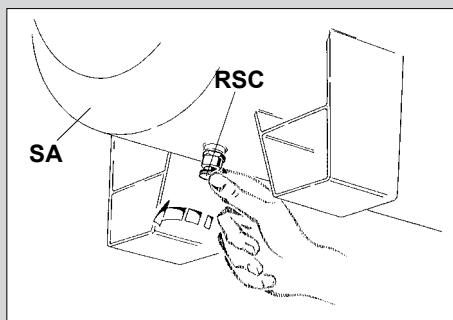

Fig. 49
- Åbn aftapningsshanen **RSC** (fig. 49), om nødvendigt med en tang